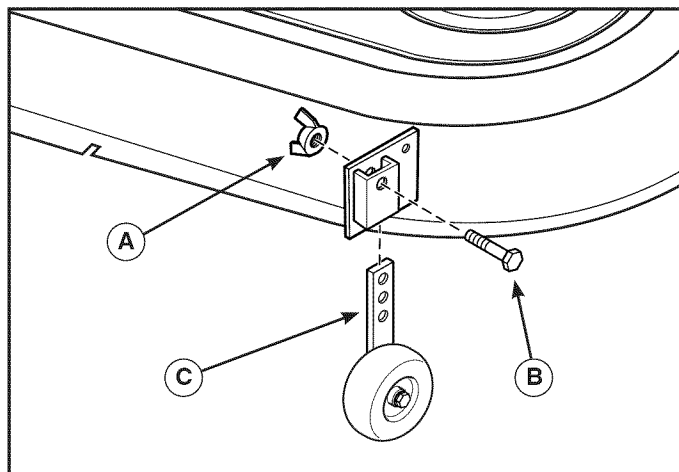

Figura 16
4. Remueva la tuerca de palomilla (A, Figura 16) y tornillo (B).
5. Ajuste las ruedas reguladoras (C).